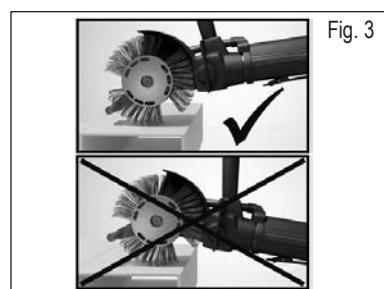

Fig. 3
8. Pentru a se obține o performanță optimă, trebuie să se conducă tija de accelerare cât mai aproape de suprafață, care se prelucreză. Atunci când distanța dintre tija de accelerare și suprafața supusă prelucrării este prea mare, performanța scade în mod pronunțat. Vedi fig. 3.